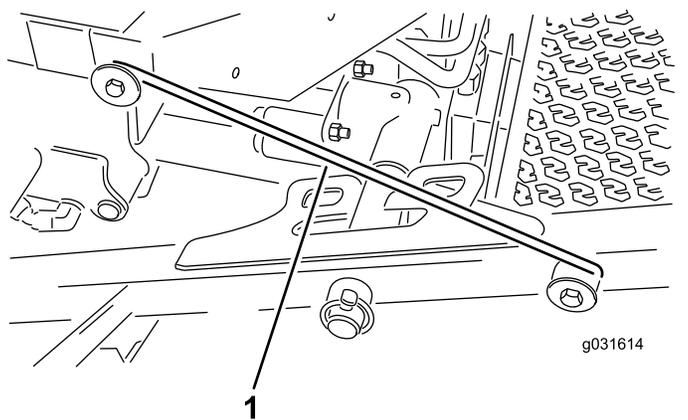

Figura 31
4. Liberare l'asta del dispositivo di sicurezza dal fermo del telaio portante anteriore (Figura 31).
5. Sollevate la parte esterna dei piattelli di taglio anteriori e agganciate il dispositivo di sicurezza al perno del telaio presente sulla parte anteriore della piattaforma dell'operatore (Figura 31).